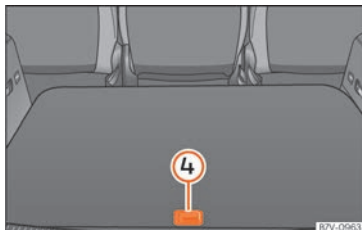

Fig. 192 Otros compartimentos en el suelo del maletero.
Abrir el compartimento posterior » fig. 192 (4):	▷ Levante por el asa la parte posterior del suelo del maletero.